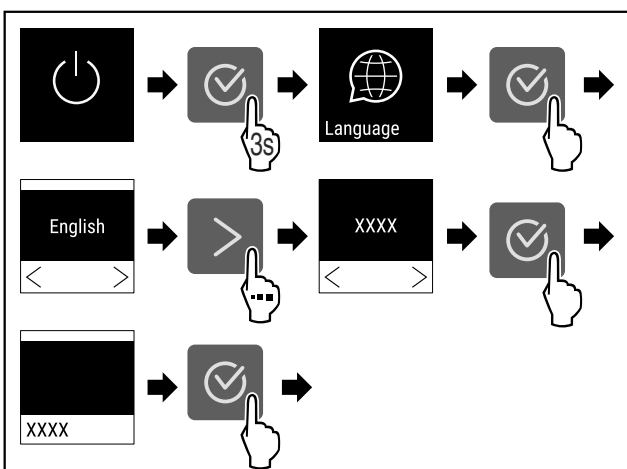

Fig. 54
- ▶ Провести етапи операцій (див. Fig. 54) .